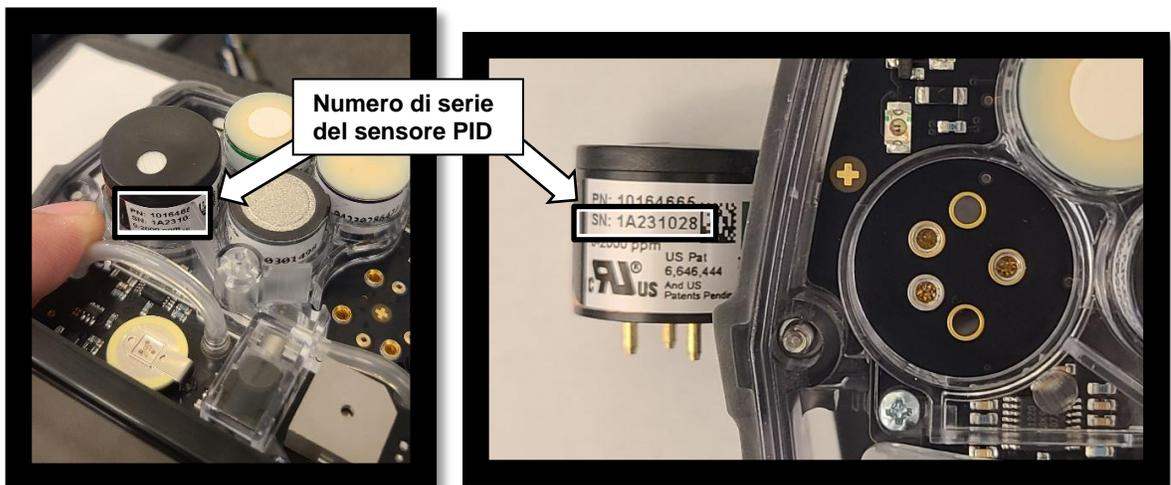

Figura 4: Individuazione del numero di serie del sensore PID
4. Per trovare il codice della data del sensore PID, fare riferimento al 2°, 3° e 4° carattere del numero di serie del sensore PID, sul lato del sensore (Figura 4)